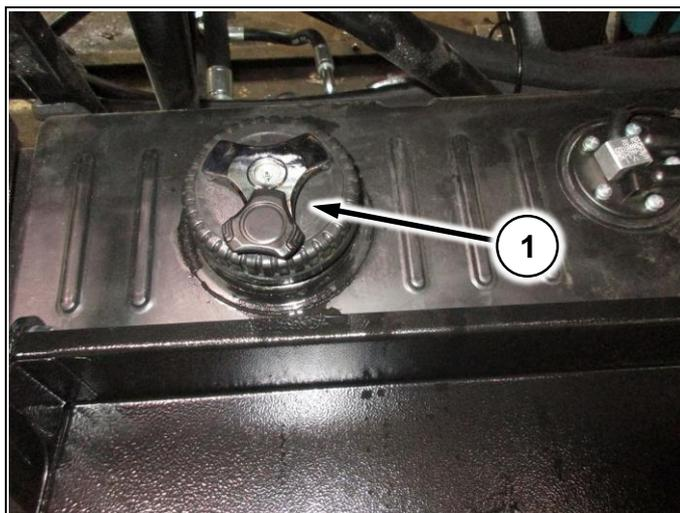

Рис. 76
- 2 Открутите крышку топливного бака (Рис. 76/1)